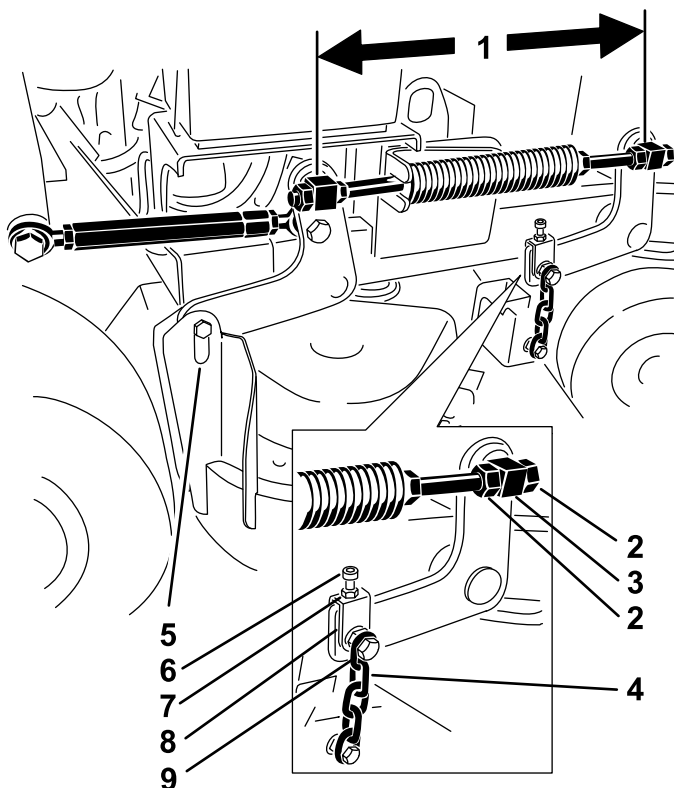

Figura 78
del otro (distancia entre centros) en cada varilla roscada (Figura 78).
2. Afloje las contratuercas en el pivote **delantero** (Figura 78).
4. Apriete las contratuercas en el pivote **delantero** (Figura 78).
- Afloje las contratuercas de los pivotes delanteros derecho e izquierdo (**Figura 78**).
- Apriete las contratuercas de los pivotes delanteros derecho e izquierdo (**Figura 78**).
- Afloje las contratuercas en el pivote delantero izquierdo (**Figura 78**).
- Apriete las contratuercas del pivote delantero izquierdo (**Figura 78**).
5. Afloje los pernos superiores de las cadenas (Figura 78).
6. Afloje las contratuercas en cada horquilla (Figura 78).
8. Apriete las contratuercas y los pernos superiores de las cadenas (Figura 78).